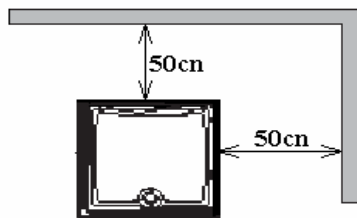

Fig.1 Montaje en ángulo
- Que hay suficiente espacio para poder montar la cabina separada del lugar donde quedará instalada (se requiere un mínimo de 50 cm. por cada lado según fig.1) Lo mismo sirve para las cabinas de la serie Holiday que van entre paredes: hay que montarlas fuera y después desplazarlas al lugar de su instalación según fig.2. Es importante tener en cuenta este aspecto para *posibles reparaciones o intervenciones*: se requiere espacio para poder realizar la intervención y desmontar la cabina si fuera necesario (si hay muebles, accesorios o complementos instalados en esos espacios, dificultarán la ejecución del servicio).